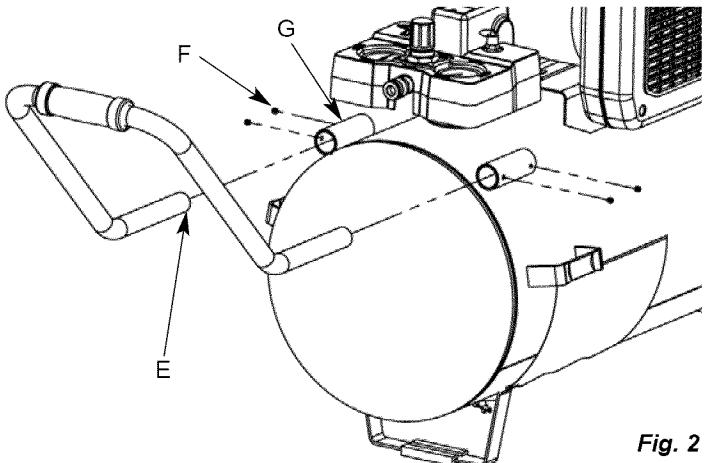

Fig. 2
- Installez la poignée en détachant les vis de réglage (F) et puis le placement de la poignée finit (E) dans les parenthèses (G) de poignée et fixez avec les vis de réglage (F) (voir la fig. 2). Serrez vis utilisant une clé à six pans de la taille 3mm (non incluse).